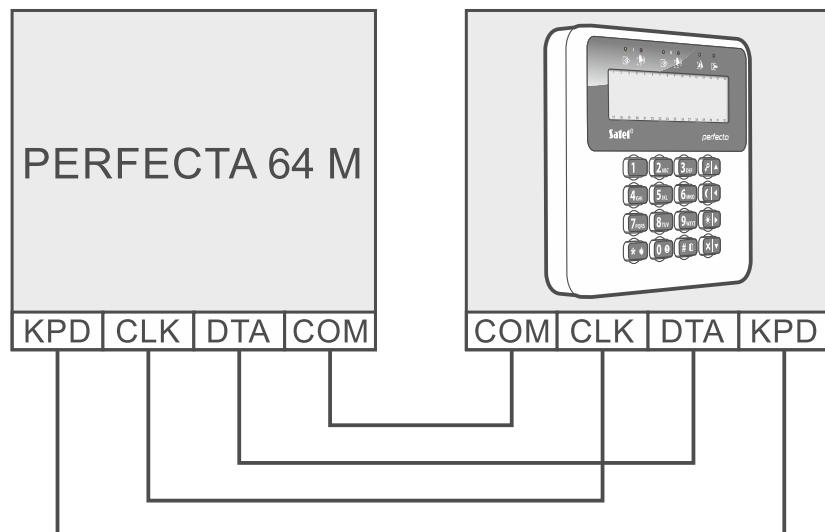

Рис. 5. Подключение клавиатуры к ПКП.
6. Подключите клеммы клавиатуры к соответствующим клеммам приемно-контрольного прибора (рис. 5).